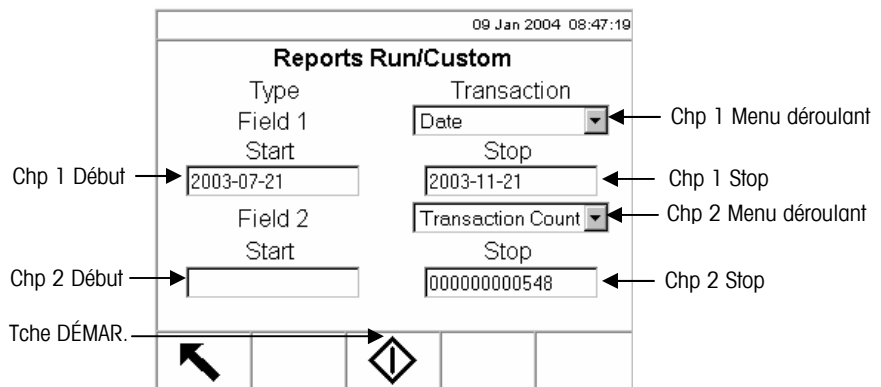

Figure 2-20: Exemple d'écran de configuration de rapport personnalisé
- Appuyez sur la touche programmable RAPPORT PERSONNALISÉ pour limiter les enregistrements inclus dans les champs de rapport et exécuter un rapport personnalisé. Voir l'exemple d'un écran de configuration de rapport personnalisé sur la Figure 2-20.
3. Indiquez la plage de valeurs des champs rapportés en saisissant les valeurs de début et de fin des champs sélectionnés. L'exemple de Figure 2-20 indique la Date pour le Champ 1 avec une valeur de début au 2003-07-21 et une valeur de fin au 2003-11-21. Ainsi, seuls les enregistrements dont les dates se trouvent entre le 21 juillet et le 21 novembre 2003 seront inclus dans le rapport.